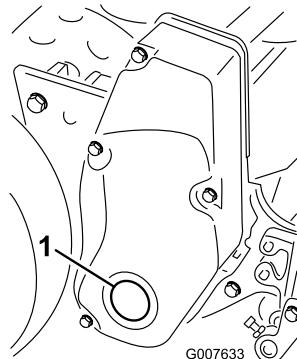

図 55
1. 右リール・ドライブ・カバーのフタ（図 55）を取りる。